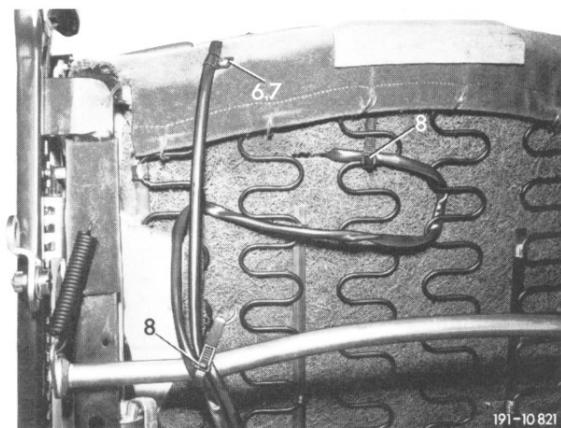

Bild 5
16 Elektrische Leitungen von beiden Heizkissen (1) mit den Teilen (6 bis 8) nach Bild 5 befestigen, dazu für die Blechschraube (7) ein Loch mit 3 mm Durchmesser in den Sitzkissenrahmen bohren.